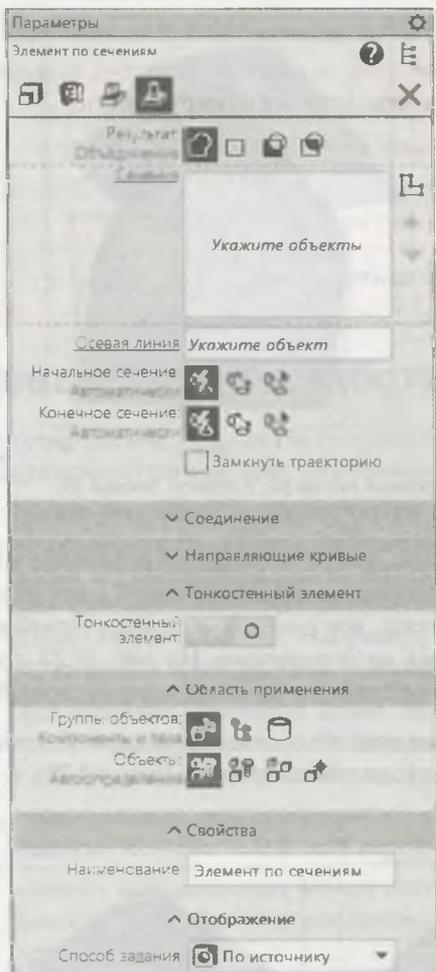

Рис. 19.25. Панель Параметры:
- ◆ на панели **Элементы тела** нажмите кнопку  — **Элемент по сечениям**. Автоматически появилась панель **Параметры: Элемент по сечениям** (рис. 19.25). На панели **Параметры** появится запрос в **Строке сообщений**: "Укажите эскиз";